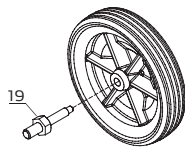

Рис. 3.
- Установить ось (19) в колесо, как показано на рис. 3.